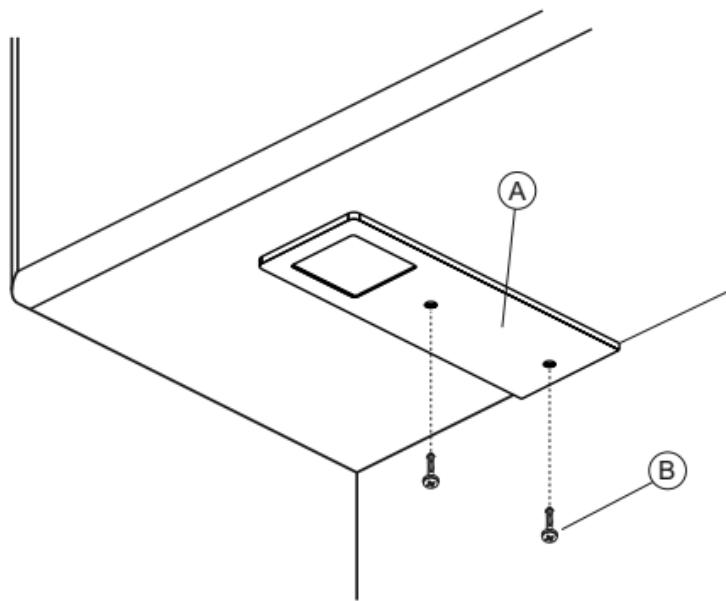
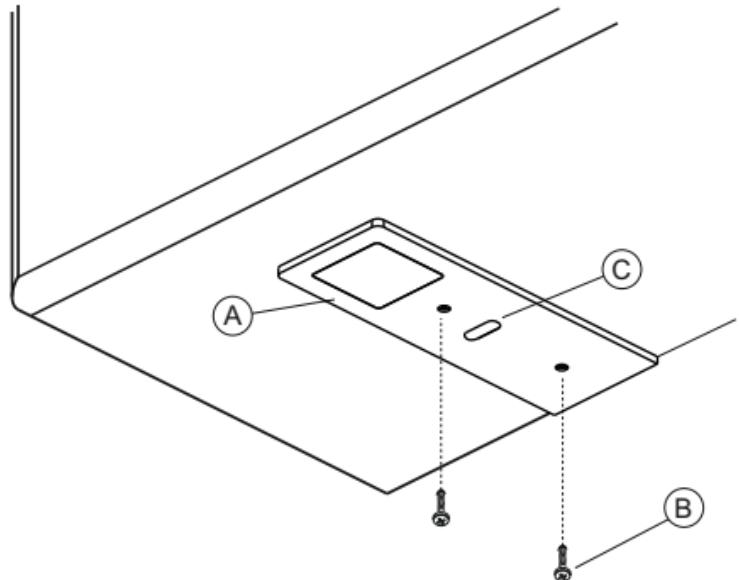
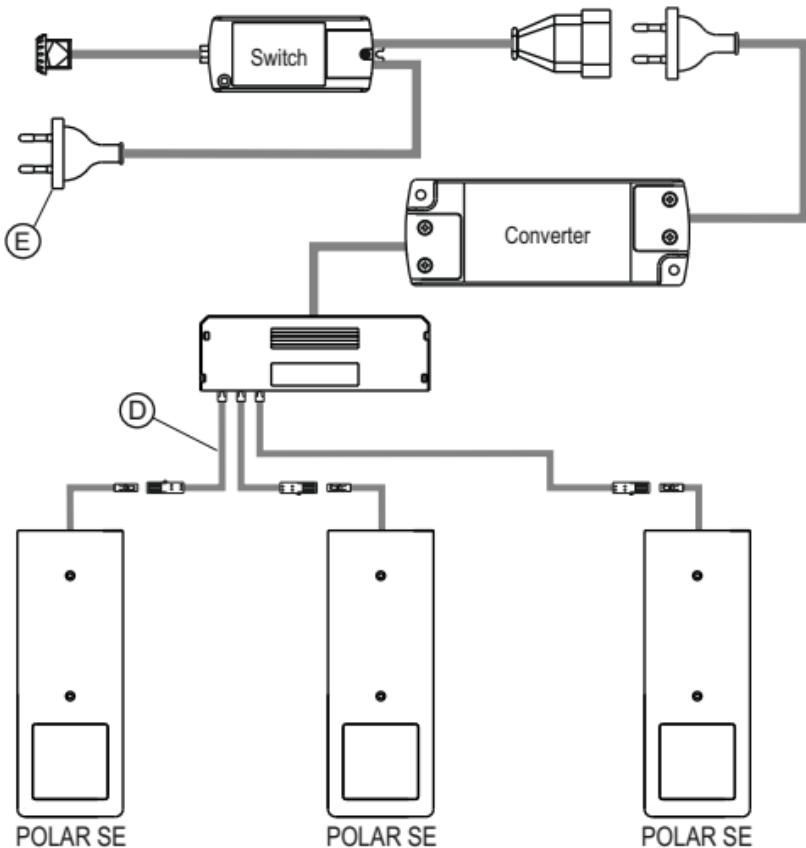
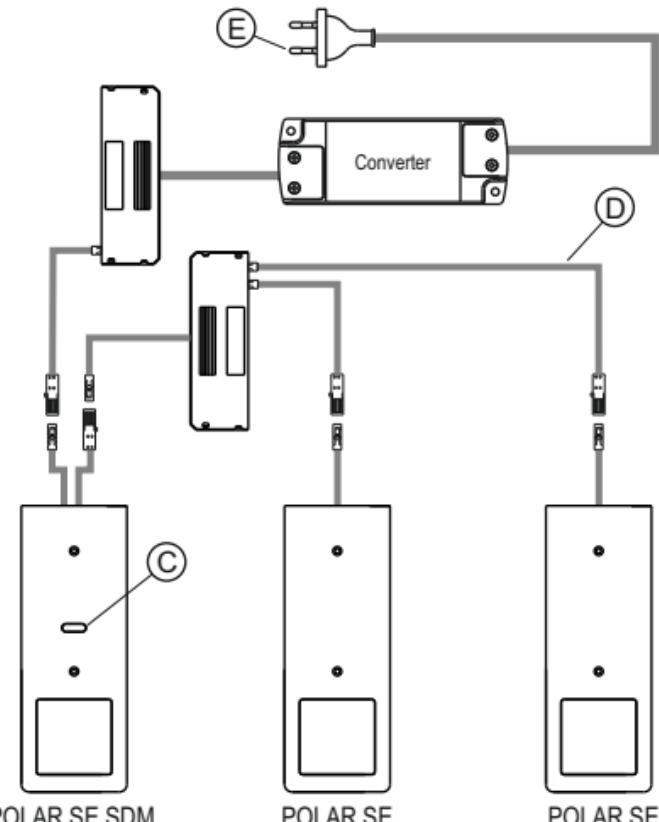

Fig 1
Fig 3
Fig 4
Fig 5
- Fix the screws (B) supplied in the holes of the unit (A) as indicated in Fig. 1,2,3.
- Connect the spotlights to the adaptor and using the extensions provided in the pack (D) following the wiring diagram:
- **SLAVE:** (fig.4) (without switch)
- **SDM:** (fig.5) (TOUCH SENSOR master)
The luminosity level obtained will be saved until the next adjustment. The output cable of **POLAR SE SDM** can handle a load of max. 72W @ 24VDC included the absorption of the device figure 4.
**POLAR SE** is a switch-free spotlight, then it must be turned on via a remote switch that can be placed on the **POLAR SE SDM** (wired in the MASTER version) as shown in figure 4 or it can be assigned to a separate switch connected to the primary of the converter as shown in figure 3, or to a remote socket where to connect the converter.
- Fixieren Sie die mitgelieferten Schrauben (B) in den Bohrungen der
Leuchten (A), wie in Abbildung 1,2,3 angegeben.
- Verbindung der Strahler mit einem Verlängerungskabel siehe (D) mit den Steckerteilen (siehe Anschlussplan):
- **SLAVE:** (Abb.4) (ohne Schalter)
- **SDM:** (Abb.5) (TOUCH SENSOR Master)
Der Ausgang (output cable) des **POLAR SE SDM** kann eine maximale Last von 72W@24Vdc einschließlich der Stromaufnahme steuern (abb.5).
**POLAR SE** ist eine Leuchte ohne Schalter, daher muss das Einschalten über einen Extraschalter erfolgen, der sich am **POLAR SE SDM** (mit Verkabelung der Ausführung **MASTER**) wie in Abbildung 5 gezeigt befinden kann, oder über einen eigenen Schalter, der an die Primärspannung des Konverters angeschlossen wird, wie in Abbildung 4 gezeigt, oder über eine gesteuerte Steckdose, an die der Konverter angeschlossen wird.
- Visser les vis (B) fournies dans les orifices de l'appareil (A), comme indiqué sur la figure 1,2,3.
- Effectuer le branchement électrique des spots à l'alimentateur au besoin en utilisant les rallonges fournies en dotation (D) en respectant le schéma de connexion:
- **SLAVE:** (fig.4) (sans interrupteur)
- **SDM:** (fig.5) (touch-led dimmer master)
La sortie (output cable) du **POLAR SE SDM** peut commander une charge maximum de 72W à 24Vdc, incluant l'absorption de l'appareil (fig.5).
Le **POLAR SE** est une lampe sans interrupteur. Par conséquent, l'allumage passe par uninterrupteur déporté pouvant se trouver sur le **POLAR SE SDM** (câblé en version MAÎTRE) comme illustré sur la figure 5 ou pouvant être assigné à uninterrupteur séparé branché sur le module principal du convertisseur comme illustré sur la figure 4, ou à une prise commandée sur laquelle brancher le convertisseur.